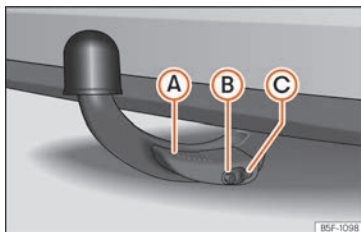

Fig. 269 Bola desmontable fijada correctamente
- La palanca ① »» fig. 269 está totalmente levantada.
- El perno de desbloqueo ② »» fig. 269 sobresale completamente (su parte roja y verde es visible).
- La tapa ③ »» fig. 269 está colocada sobre la cerradura.